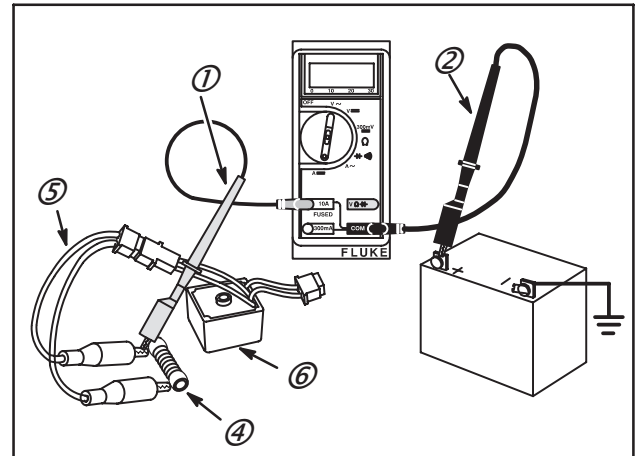

Fig. 31
1. Introduire le fil ROUGE (1) du contrôleur dans la borne 10 Ampères du contrôleur.
2. Introduire le fil NOIR (2) du contrôleur dans la borne COM du contrôleur.
4. Brancher les cordons de contrôle (5) aux cosses de l'alternateur et fixer les pinces crocodiles à la résistance de 1 Ohm 20 Watts (4) comme indiqué en Fig. 31.
7. Si l'intensité est faible ou nulle, remplacer le régulateur-redresseur (6).